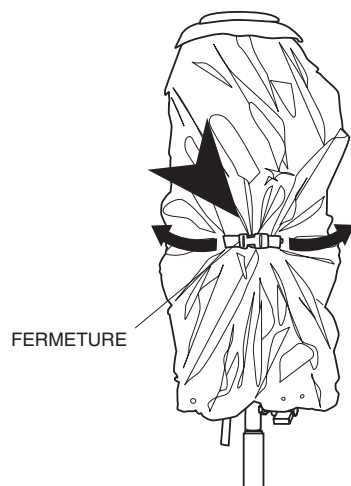

Figure 11. Déserrer la fermeture à boucle
9. Relâcher la boucle de la ceinture qui retient le ballon. Voir Figure 11.